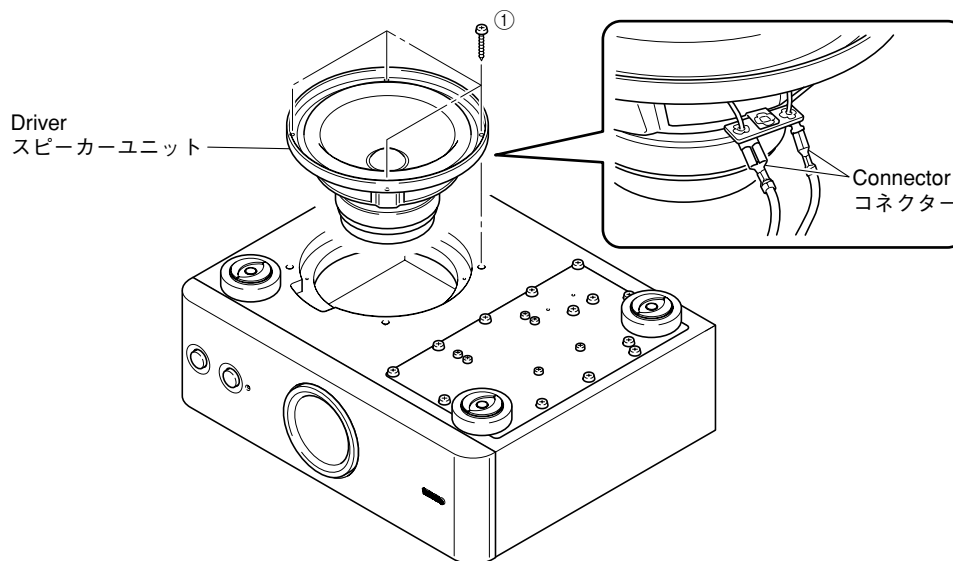

Fig. 2
- d. Remove 4 screws (①) and then pull out the driver. (Fig. 2)
- e. Disconnect the connector connected to the terminal of the Driver. (Fig. 2)
- d. ①のネジ4本を外し、スピーカーユニットを引き出します。(Fig. 2)
- e. スピーカーユニットの端子に接続されているコネクタを外します。(Fig. 2)